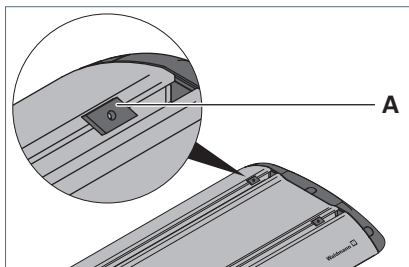

Fig. 11: Inserimento dei dadi scorrevoli.
- ▶ Disporre i due dadi scorrevoli in dotazione **A** nelle scanalature a T degli apparecchi d'illuminazione, vedi Fig. 11.